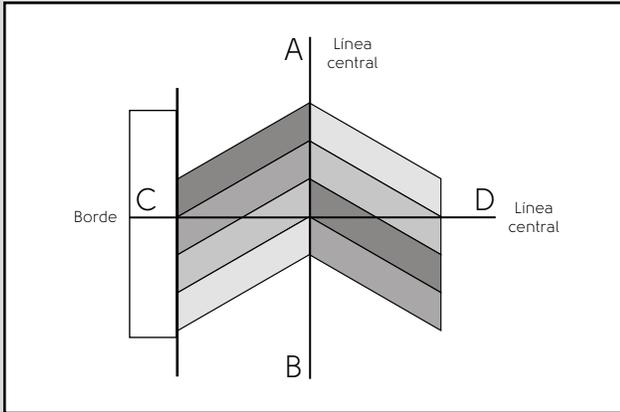
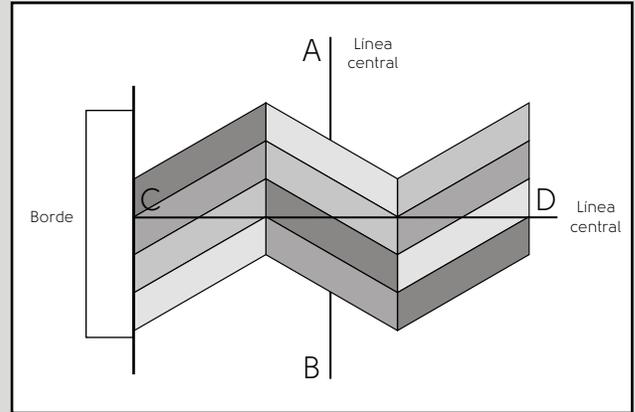

fig. 1
fig. 2
2. Coloque los tablonés en seco sin adhesivo, dispuestos como en la fig. 1 o la fig. 2, según quede mejor; una disposición tendrá mejor aspecto que la otra en el perímetro de la estancia.